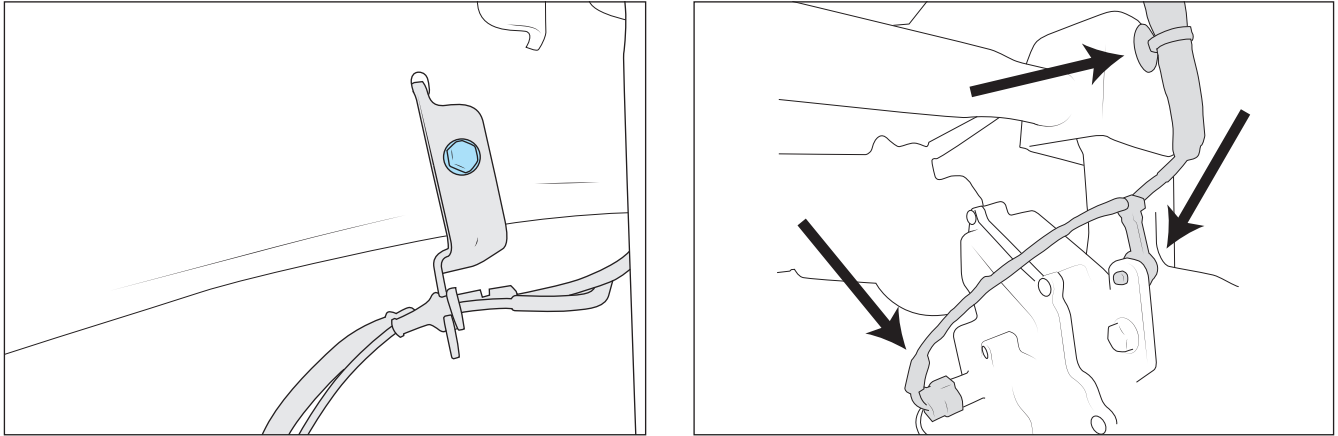

Abbildung 13: Bremsleitungshalterung (links) Achstrennung (rechts)
4. Trenne die Bremsleitungshalterungen am Rahmen, den elektrischen Stecker für die Achsentrennung und den Druckverschluss für die Achsentrennung. (Abb. 13).